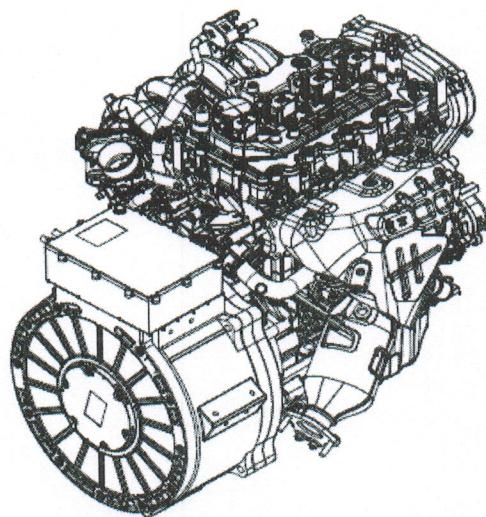
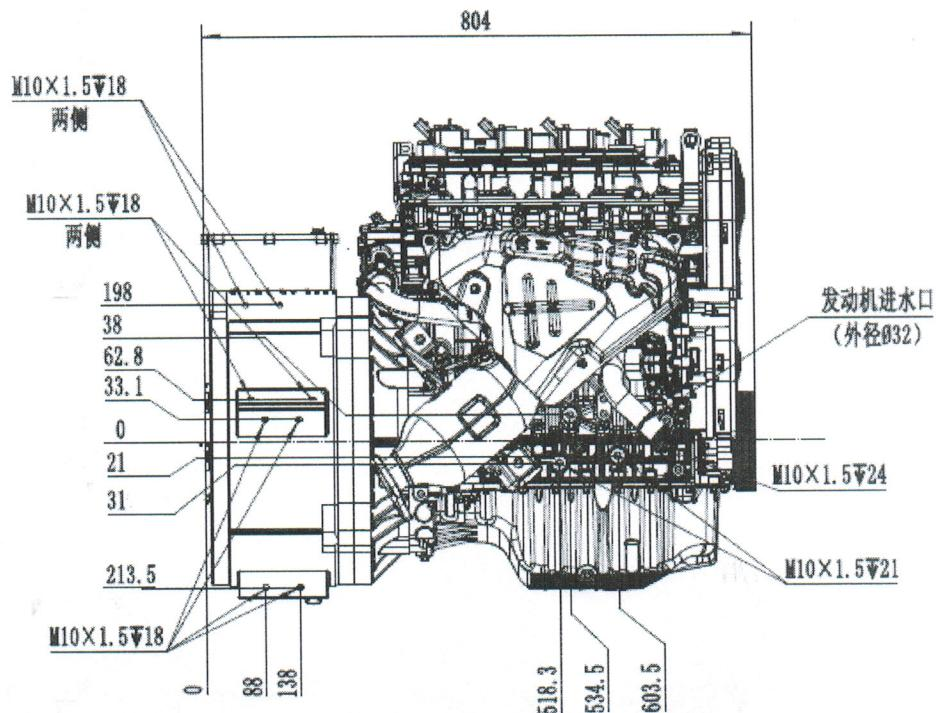
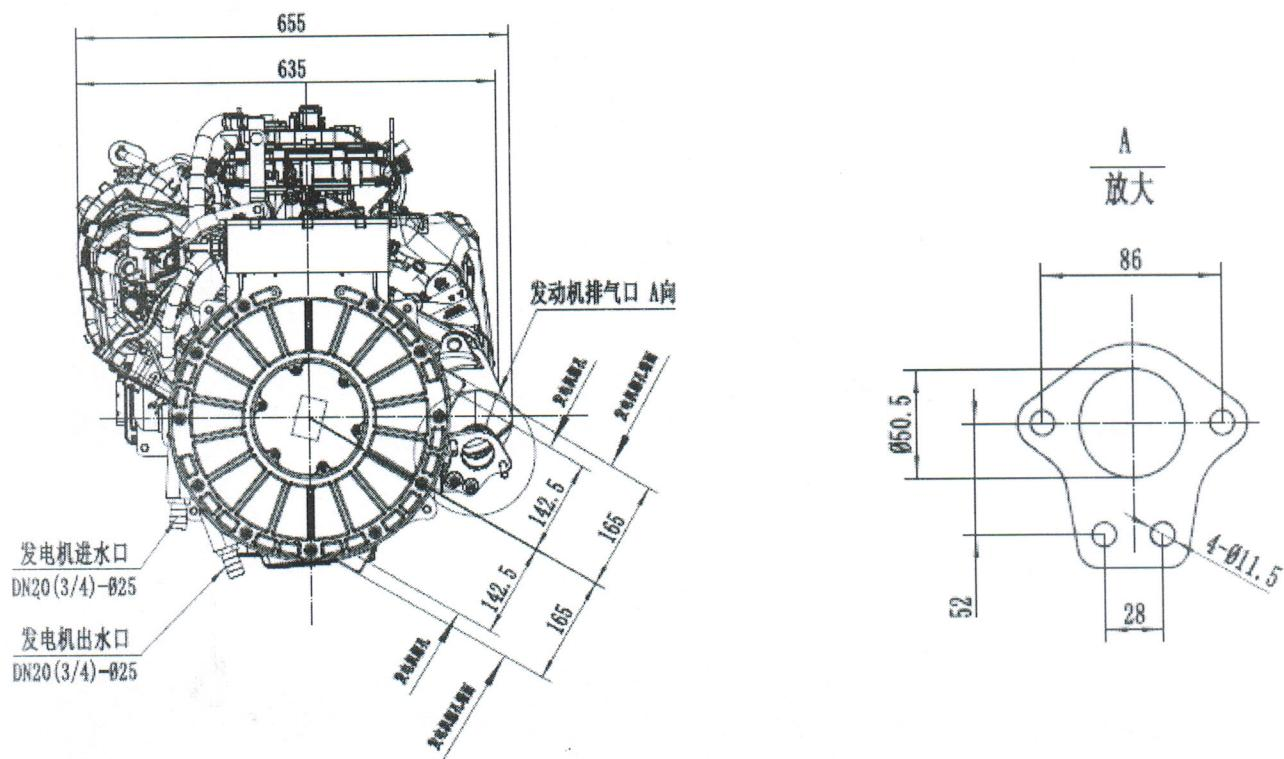

图 1：增程器外形图
图 2：增程器机组安装尺寸
图 4：增程器机组安装尺寸
- 3) 60kW-DFMB20A 增程器机组外形见图 1，安装尺寸详见图 2-图 4。
视图方向:	 图1 连接器视图方向, 锁扣向上